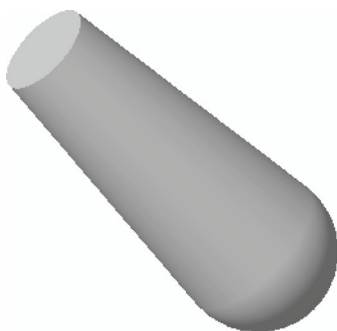

图 17-4 创建旋转特征
STEP 03 单击“关闭”面板中的“确定”按钮,完成截面绘制并退出草绘环境。单击“旋转”选项卡中的“完成”按钮,完成旋转特征的创建,效果如图 17-4 所示。